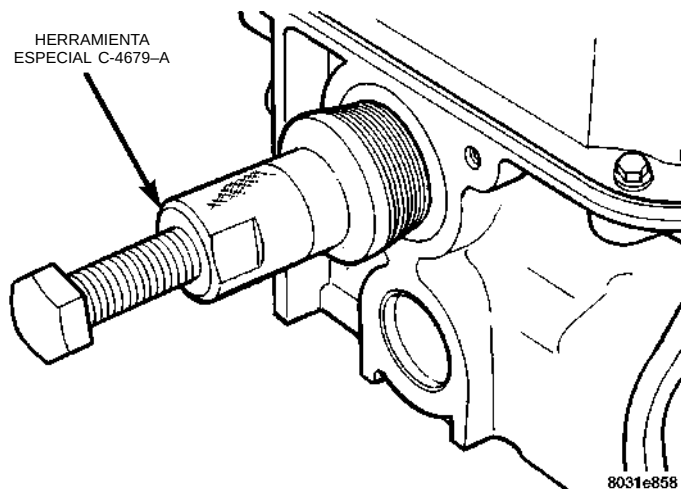

Fig. 39 Desmontaje de la junta de aceite del árbol de levas
(3) Retire la junta del árbol de levas, con la Herramienta especial C-4679-A (Fig. 39).